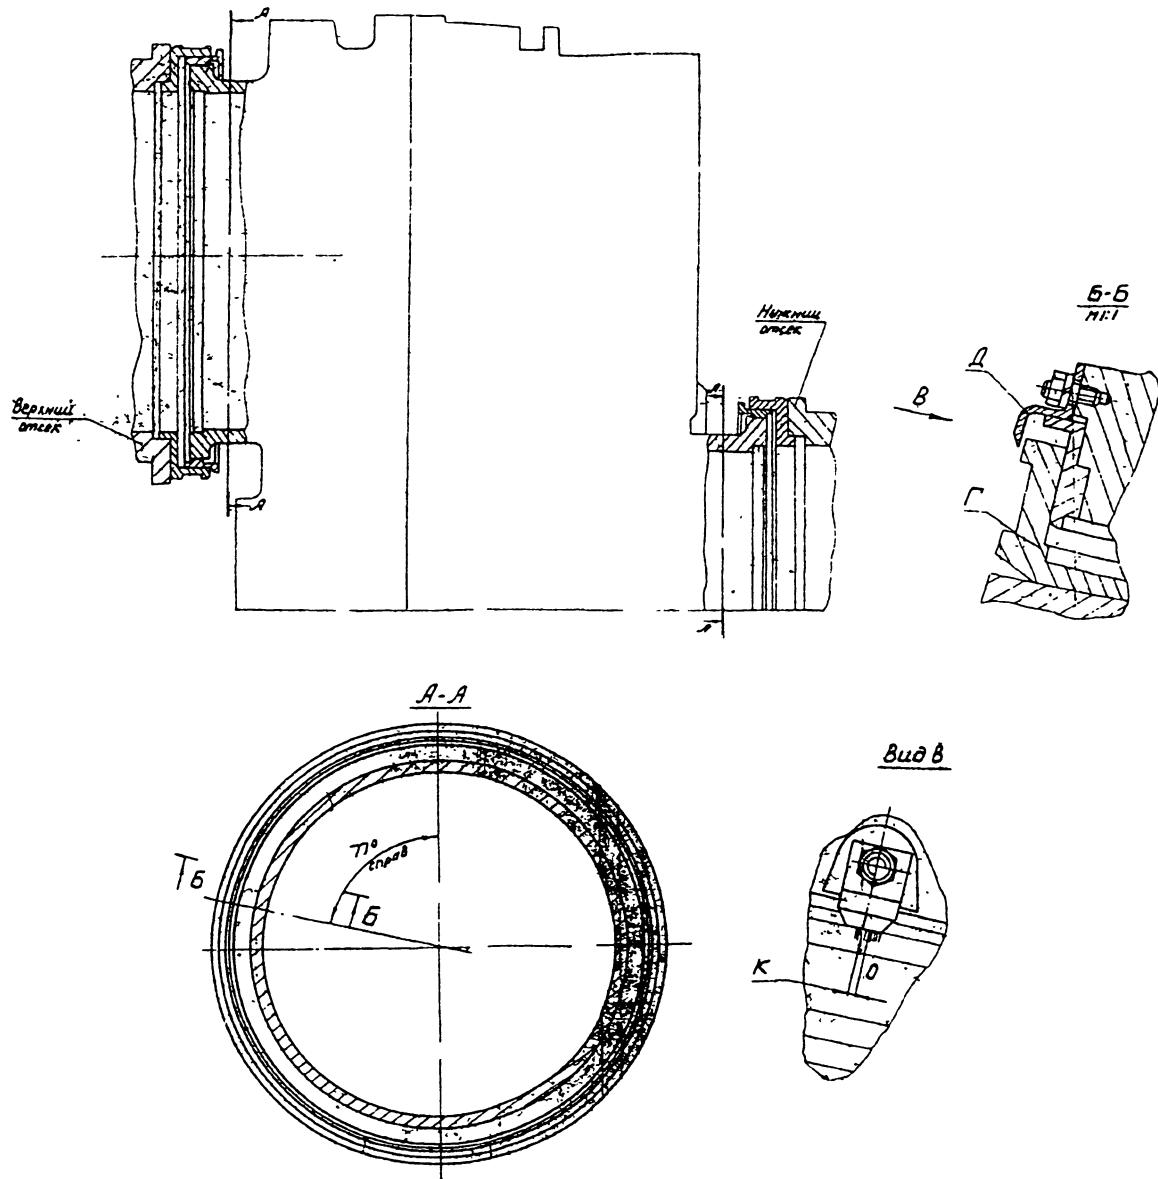

Рис.13
- размер «К» замеряемый от риски указателя, расположенного на главной передачи до риски «0», рис.13, расположенной на опоре отсека, определяющих разворот отсека относительно ГРП.